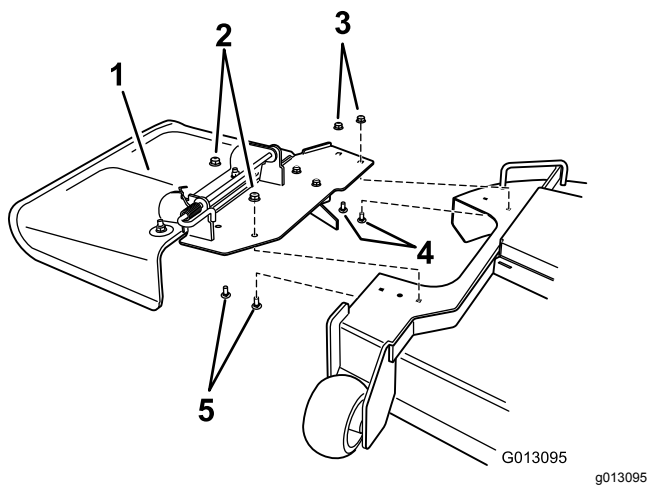

Figura 16
1. Retire las fijaciones que sujetan el conjunto del deflector a la carcasa de corte (Figura 16).